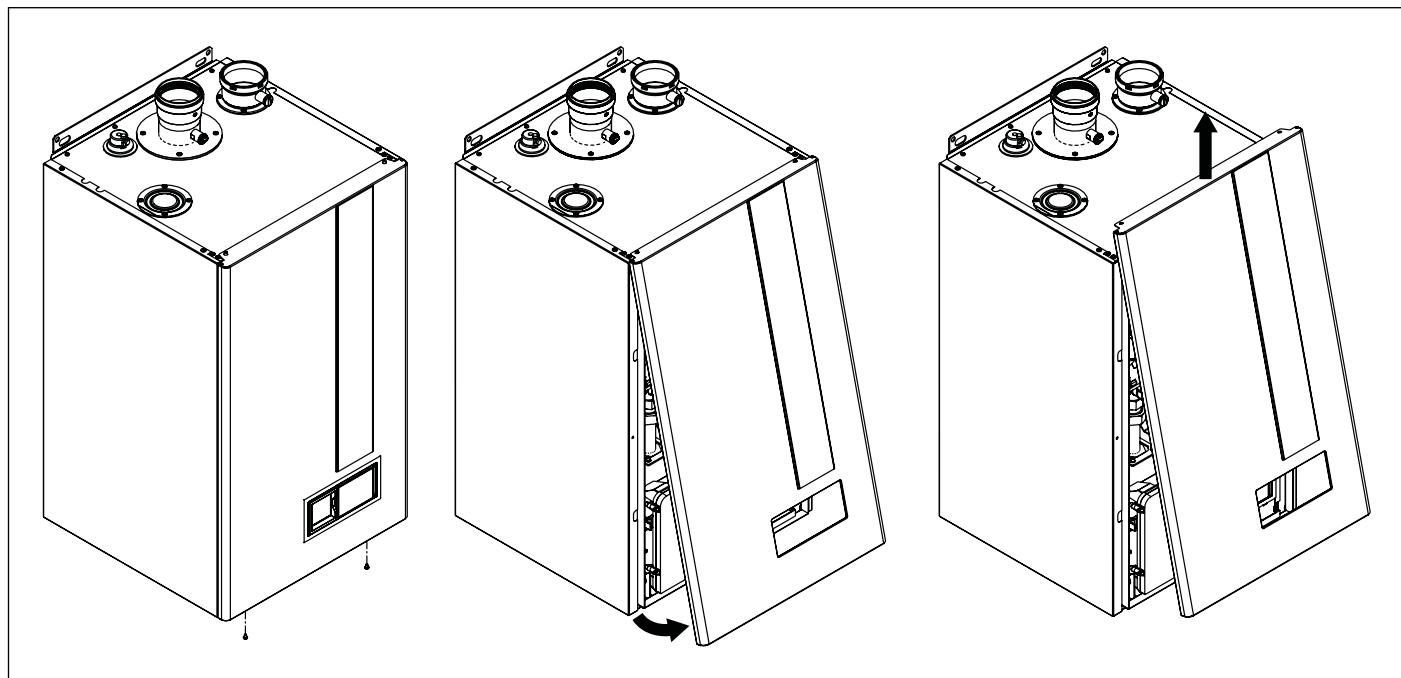

Рис. 28 Отвір у корпусі
- Зніміть передню панель бойлера (див. Рис. 28 Отвір у корпусі).